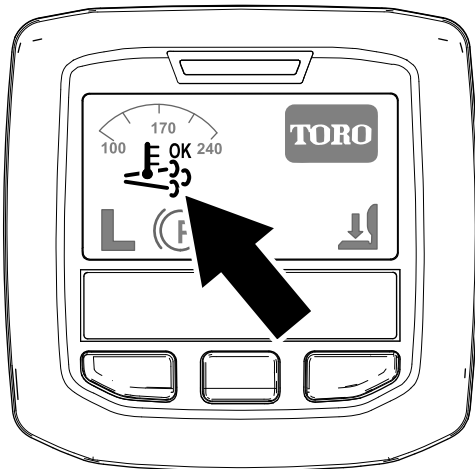

Figura 24
- El icono de regeneración asistida/de reinicio se muestra en el InfoCenter (Figura 24).